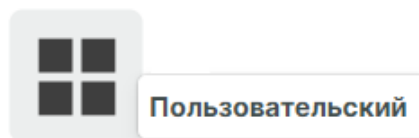

Рис. 48 Тип фигуры «Пользовательский»
1. Выберите тип фигуры «Пользовательский» из перечня фигур форм конструктивного объекта, см. Рис. 48.